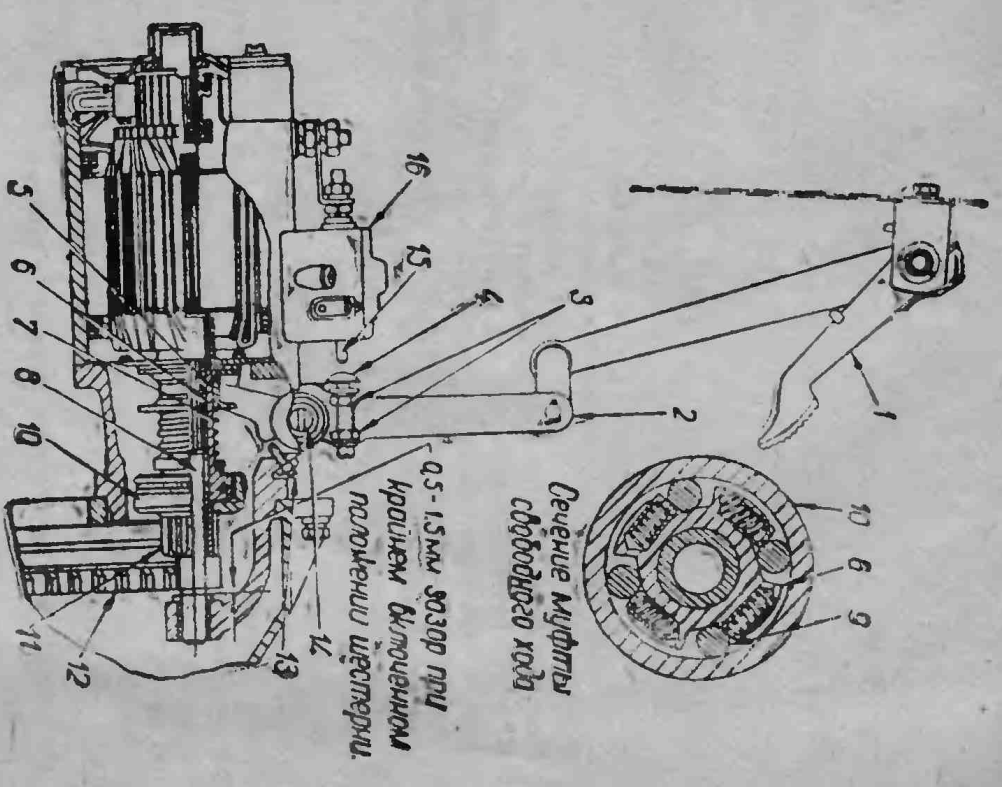

Рис. 43. Стартер и его привод.
**Стартер.** На двигателе установлен стартер типа СТ-08 четырех-долестный, четырехшесточный с сериесным возбуждением. Включение стартера производится через муфту свободного хода рис. 43, которая предохраняет стартер от вращения «в обратное» после того, как заведется двигатель. Муфта не рассчитана на длительную работу. Как только двигатель заведется, то стартер следует немедленно выключить, отключив педаль.